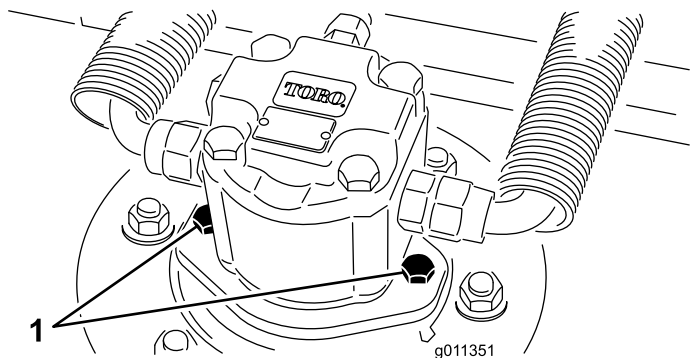

図 84
2. デッキから油圧モータを外す図84。異物つかないように、スピンドル上部にはカバーを掛けておく。
4. デッキに油圧モータを取り付ける 図 84。Oリングを忘れずに、また、損傷させないように注意して取り付ける。